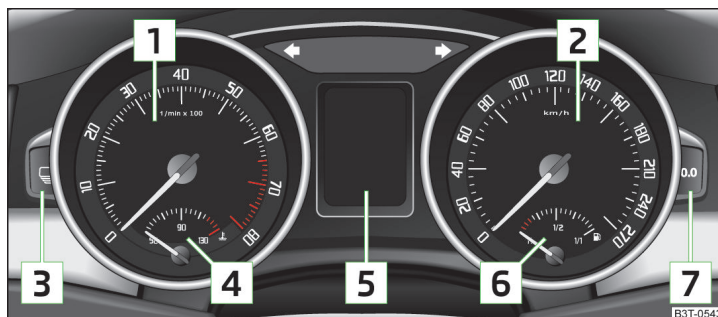

Fig. 21 Cuadro de instrumentos combinado
El sector rojo de la escala del cuentarrevoluciones **1** » fig. 21 de la página 32 marca el sector en el que el sistema comienza a limitar el régimen del motor. El sistema limita automáticamente el régimen del motor a un valor límite seguro.
► Pulse la tecla **7** » fig. 21 de la página 32 durante un lapso prolongado.
El tiempo se ajusta con las teclas **[3]** y **[7]** » fig. 21 de la página 32.
➤ Pulse la tecla **[3]** » fig. 21 de la página 32 repetidas veces hasta que parpadee la indicación del cuentakilómetros total » página 34.